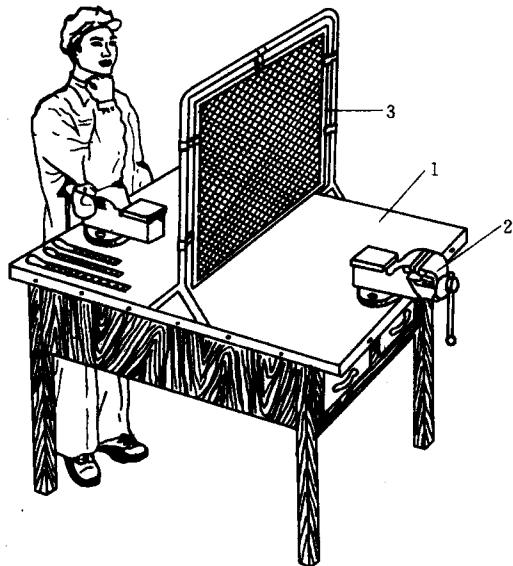

图 1.1 钳台及安装
1. 钳台 钳台也称钳桌，有多种样式，如图 1.1 所示为其中的一种。钳台的高度一般以 800~900mm 为宜，其长度和宽度由工作需要而定。为保证钳台工作时稳定，一般以木料制作。台面上安装台虎钳，安装的合适高度应恰好齐人手肘，如图 1.1 所示。